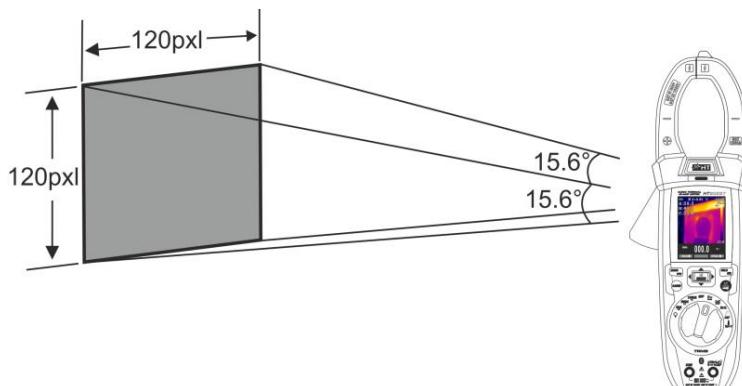

Fig. 43: Représentation du FOV de l'instrument HT9025T
7. Pour des mesures précises de la température, s'assurer que la surface de l'objet testé soit toujours plus grande que la surface effectivement mesurable par l'instrument, exprimée par son champ visuel (FOV = Field Of View). L'instrument HT9025T a un champ visuel égal à $15.6^\circ \times 15.6^\circ$ et un vecteur de mesure de 120x120 (14400) pxl comme le montre la Fig. 43